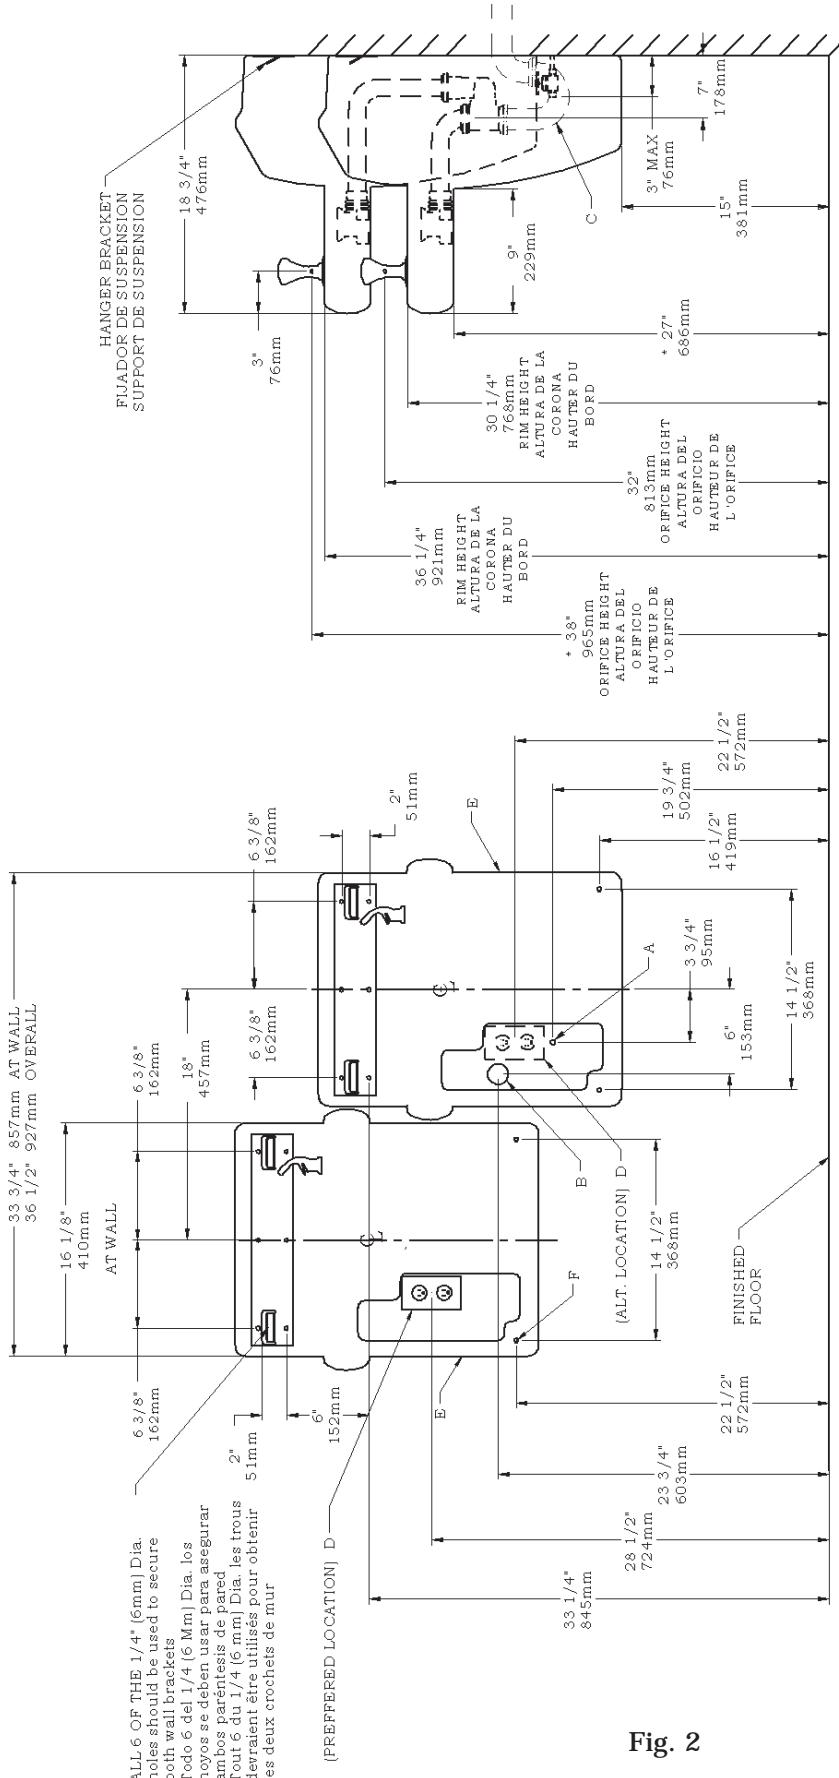
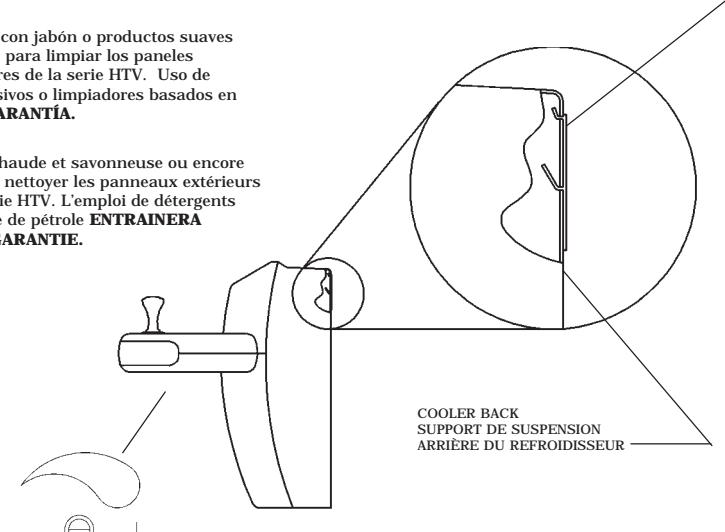

Fig. 2
Fig. 3
- 1) Remove hanger bracket fastened to back of each cooler by removing one (1) screw.
- 2) Mount the hanger brackets as shown in Fig. 2 & Fig 3.
- NOTE:** Hanger Bracket MUST be supported securely. Add fixture support carrier if wall will not provide adequate support. Anchor hanger securely to wall using all six (6) 1/4 in. dia. mounting holes.
- 3) Hang the coolers on the hanger brackets. Be certain the hanger bracket is engaged properly in the slots on the cooler back as shown in Figure 3.
- 9) Stream height is factory set at 35 PSI. If supply pressure varies greatly from this, adjust screw located under dispenser bottom (Item 36). See Fig. 3. CW adjustment will raise stream and CCW adjustment will lower stream. For best adjustment, stream should be 1 1/2" above bubbler hood. (See Fig. 9)
- 1) Quita gancho parentésis abrochó para apoyar de más fresco quitando uno (1) tornillo.
- 2) Monta el paréntesis de gancho como mostrado en la Fig 2. & Fig 3.
- 9) La altura de la corriente es el conjunto de la fábrica en 35 PSI. Si la presión del suministro varía magníficamente de esto, ajusta el tornillo localizado bajo el fondo de dispensar (Artículo 36). Vea Fig. 3. El ajuste de CW levantará la corriente y el ajuste de CCW bajará la corriente. Para mejor ajuste, la corriente debe ser 1 1/2" encima de la captura de bubbler. (Vea Fig. 9)
- 1) Enlève le crochet de cintre a attaché pour soutenir de plus frais en enlevant celui (1) la vis.
- 2) Monter le crochet de cintre selon la Figure 3.
- 3) Accrochez le refrigerador au support de suspension. Vérifiez que le support de suspension est correctement inséré dans les fentes situées au dos du refrigerador comme indiqué sur la Figure 3.
- 9) La hauteur de ruisseau est la série d'usine à 35 PSI. Si la pression de provision varie fort de ceci, ajuster la vis localisée sous le fond de distributeur (l'article 36). Voir la fig. 3. L'ajustement de CW élèvera l'ajustement de ruisseau et CCW abaissa le ruisseau. Pour le meilleur ajustement, le ruisseau devrait être 1 1/2" au-dessus du capuchon de bubbler. (Voir la fig. 9)